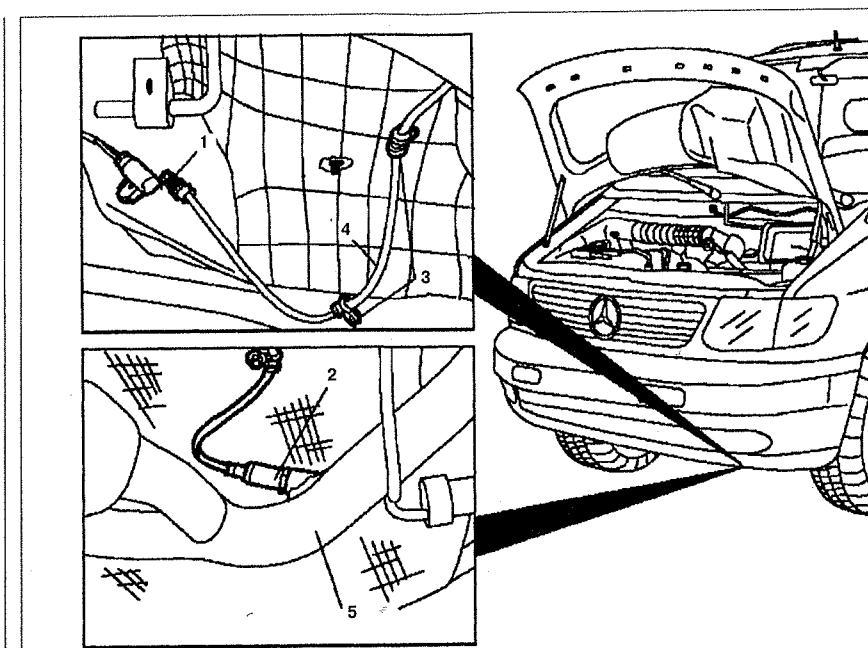

Рис. 3.42. Лямбда-зонд (датчик кислорода):
1. Снимите наконечник 1 с датчика кислорода 2 (см.рис.3.42). Ослабьте стопорные гайки крепления датчика кислорода 2.